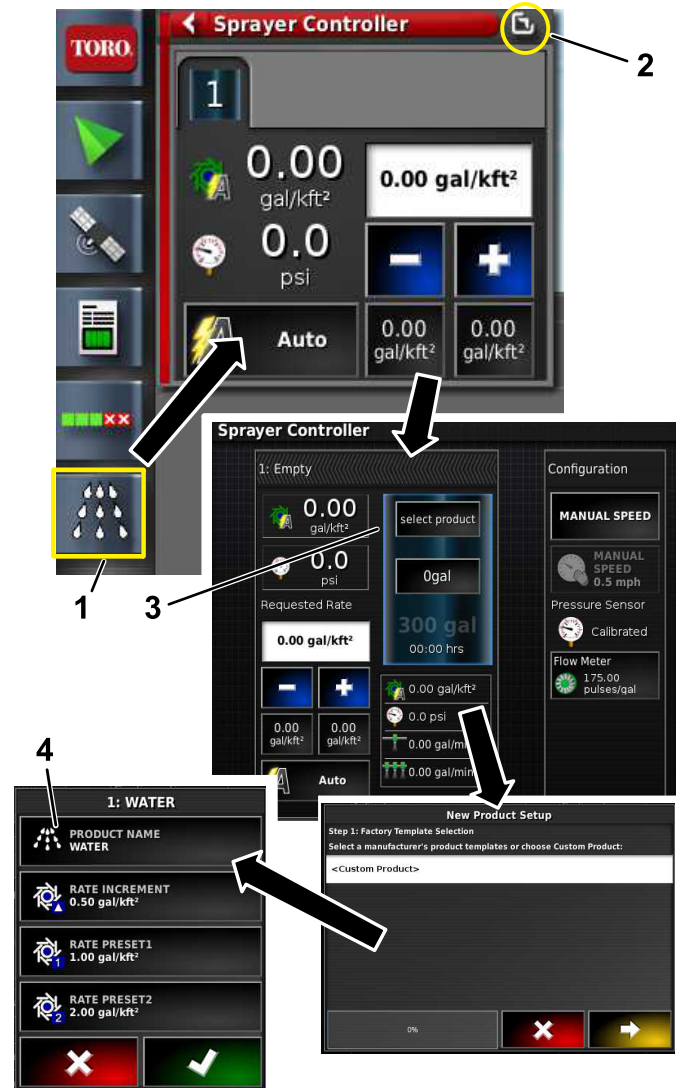

Figura 7
5. Nominare il prodotto, selezionare i volumi e l'incremento di volume (Figura 7).